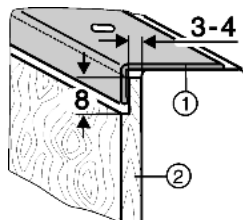

Fig. 10
► Более толстые декоративные панели Fig. 10 (2) согласно рисунку срезают уступом на толщину максимум 4 мм.